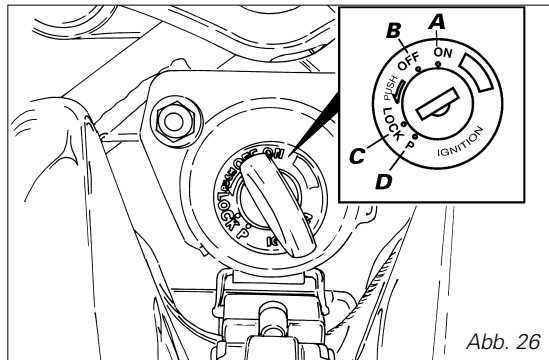

Abb. 26
1) Den Zündschalter auf die Angabe **ON** (Abb. 26) drehen und prüfen, ob die grüne **N** und die rote Kontrollleuchte  auf dem Instrumentenbrett aufleuchten.